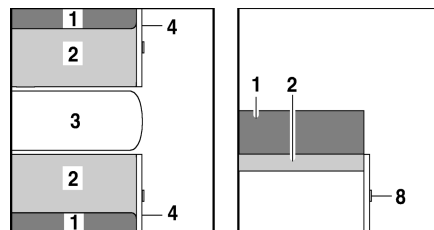

Bild 87 Vor dem Vergrößern
- Tisch (Bild 87,3) vergrößern (siehe Abschnitt 7.7).
- Griff (Bild 87,8) ziehen und Klappe (Bild 87,4) öffnen.